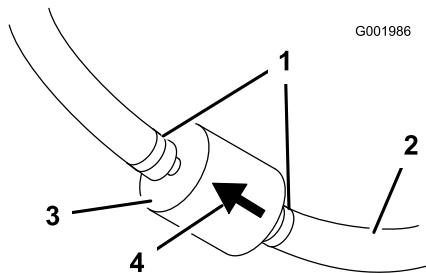

Figura 53
- Premete le estremità delle fascette stringitubo ed allontanatele dal filtro (Figura 53).